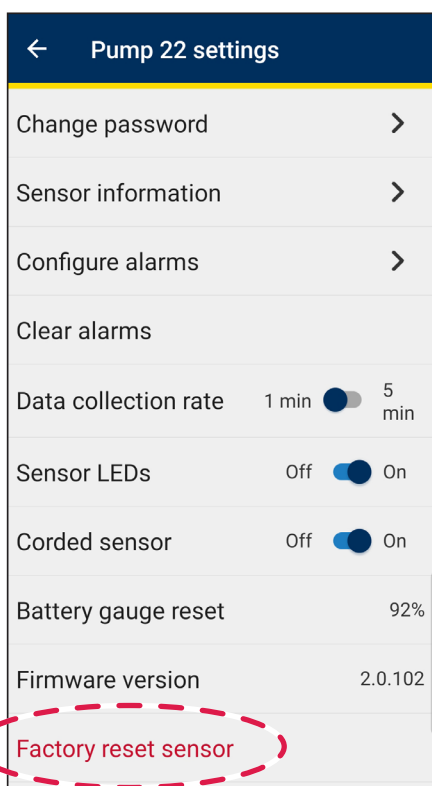

Abbildung 51
2. Wählen Sie **Sensor auf Werkseinstellungen zurücksetzen** aus (siehe Abbildung 51).